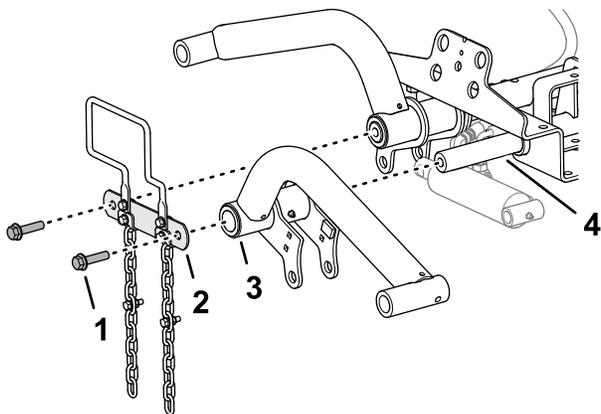

Figure 11
1. Montez les bras de levage sur les axes de pivot, comme montré à la Figure 11).
2. Fixez la biellette des axes de pivot sur les axes de pivot des bras de levage (Figure 11) à l'aide des 2 vis à embase (1/2 x 2 po) retirées sous Préparatifs d'installation des bras de levage (page 16).